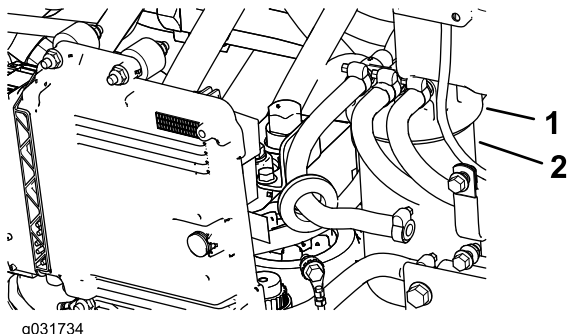

Figura 99
1. Limpie la zona alrededor del cabezal del filtro de combustible (Figura 99).
2. Retire el filtro y limpie la superficie de montaje del cabezal del filtro (Figura 99).